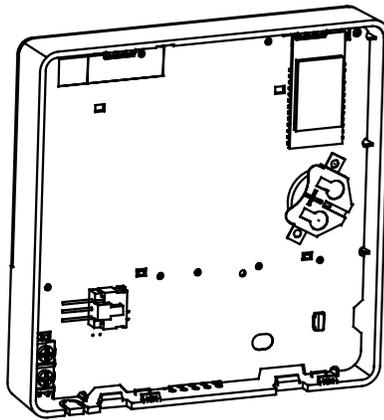

Figure 3-5
- Mettre la batterie sur le site d'installation et assurer que le côté positif de la batterie est en accord avec le côté positif du site d'installation. (Voir la Figure 3-5)